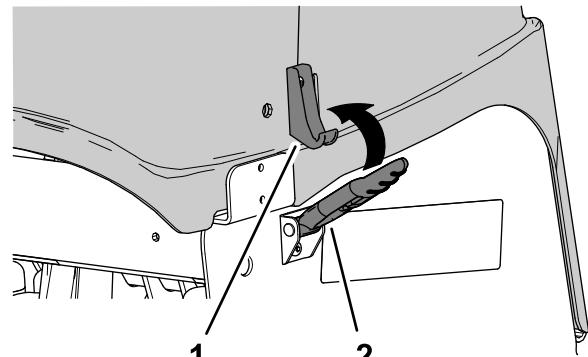

Figura 153
2. Agganciate la copertura della testa di carotaggio agendo sui 4 fermi (Figura 153).